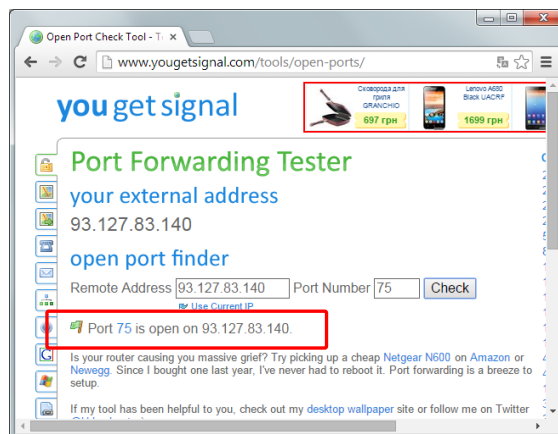

Рисунок 7.1.6 - Перевірка доступності мережного порту
11. Коли сервер запущено, необхідно перевірити, чи доступний для нього мережний порт. Для перевірки необхідно відвідати сайт www.yougetsignal.com/tools/open-ports/, у пункті «Port Number» вказати вибраний при налаштуванні сервера мережний порт і натиснути кнопку «Check». Якщо порт доступний, ви повинні отримати наступний результат, Рисунок 7.1.6.